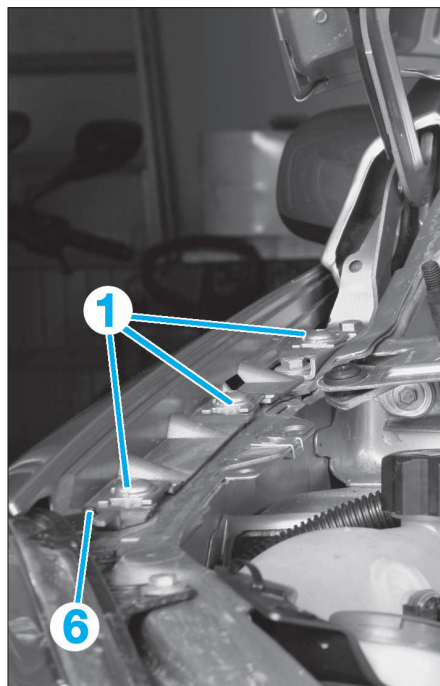

FIG. 11
- Déposer les fixations (1) en les faisant tourner d'un quart de tour chacune (Fig.11).
- Dégager l'aile avant (en (6)) (faire attention de ne pas casser la patte du projecteur) (Fig.11).